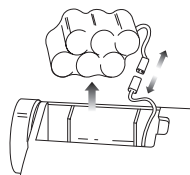

Fig. 19
- 4 Extraiga cuidadosamente la batería y desconecte los terminales presionando en la traba y separando los conectores de los cables. Saque la batería. (fig. 19)